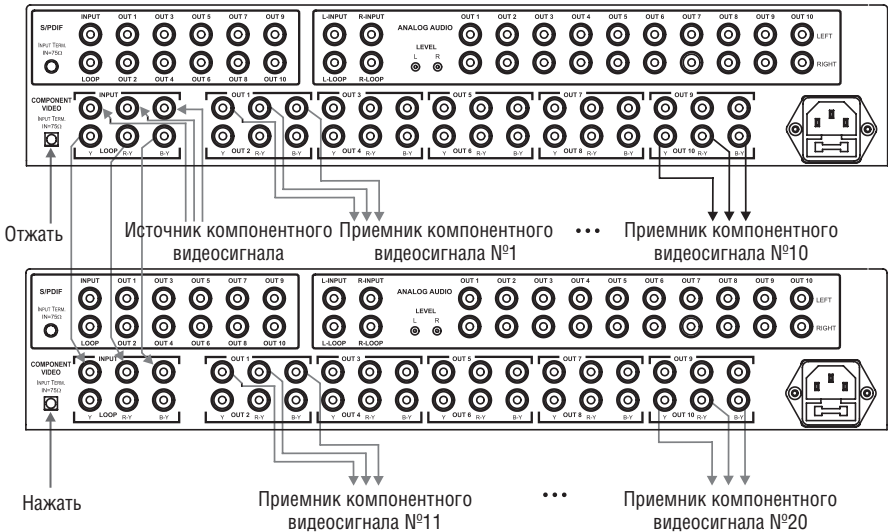

Рис. 5. Объединение нескольких VM-100CA в систему
Для построения системы распределения сигнала с большим числом выходов можно объединить несколько приборов **VM-100CA**. На рис. 5 представлен пример объединения двух **VM-100CA** в усилитель-распределитель 1:20 (подключение источников и приемников аудиосигнала не показано).
6. Вставьте сетевые шнуры (не показаны на рис. 5). Включите питание усилителя-распределителей, источников и приемников сигнала.